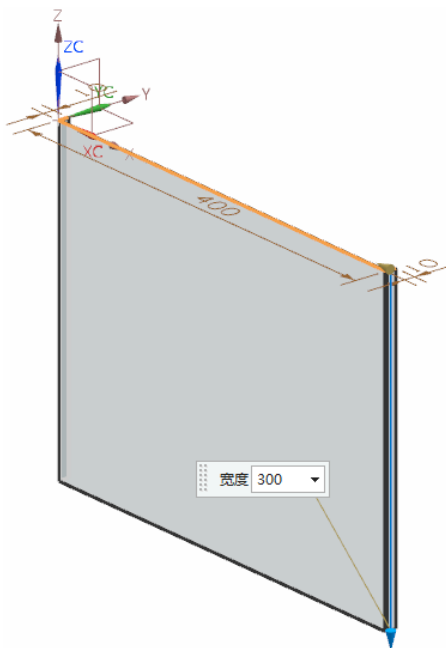

图 11-7 预览所创建的轮廓弯边特征
- (4) 返回到“轮廓弯边”对话框，视图区预览所创建的轮廓弯边特征，如图 11-7 所示。